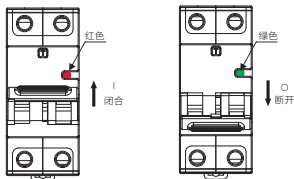

图2 NB5L-40M闭合、断开状态指示
5.1 安装前先检查断路器标志与所使用的工作条件是否相符，闭合、断开状态指示如图2。